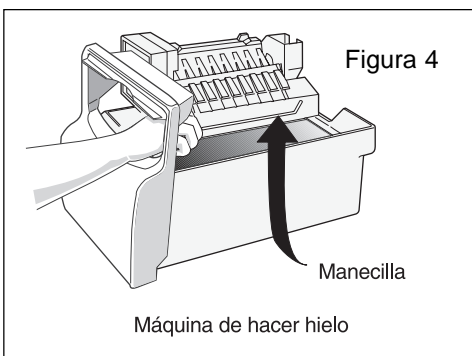

Figura 4
8. Para comenzar la producción de hielo, baje la manecilla de alambre a la posición hacia abajo, en funcionamiento. (Figura 4).